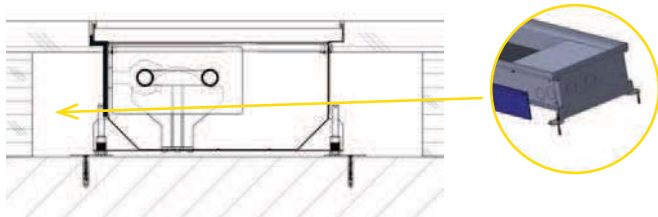

Рис. 6: Пустотелый пол – теплоизоляция для внутрипольного конвектора без вентилятора – для защиты пола со стороны теплообменника
- По своему усмотрению (паркет, ламинат или деревянный пол) положите теплоизоляцию на наружную поверхность корпуса конвектора со стороны теплообменника (Рис. 6).